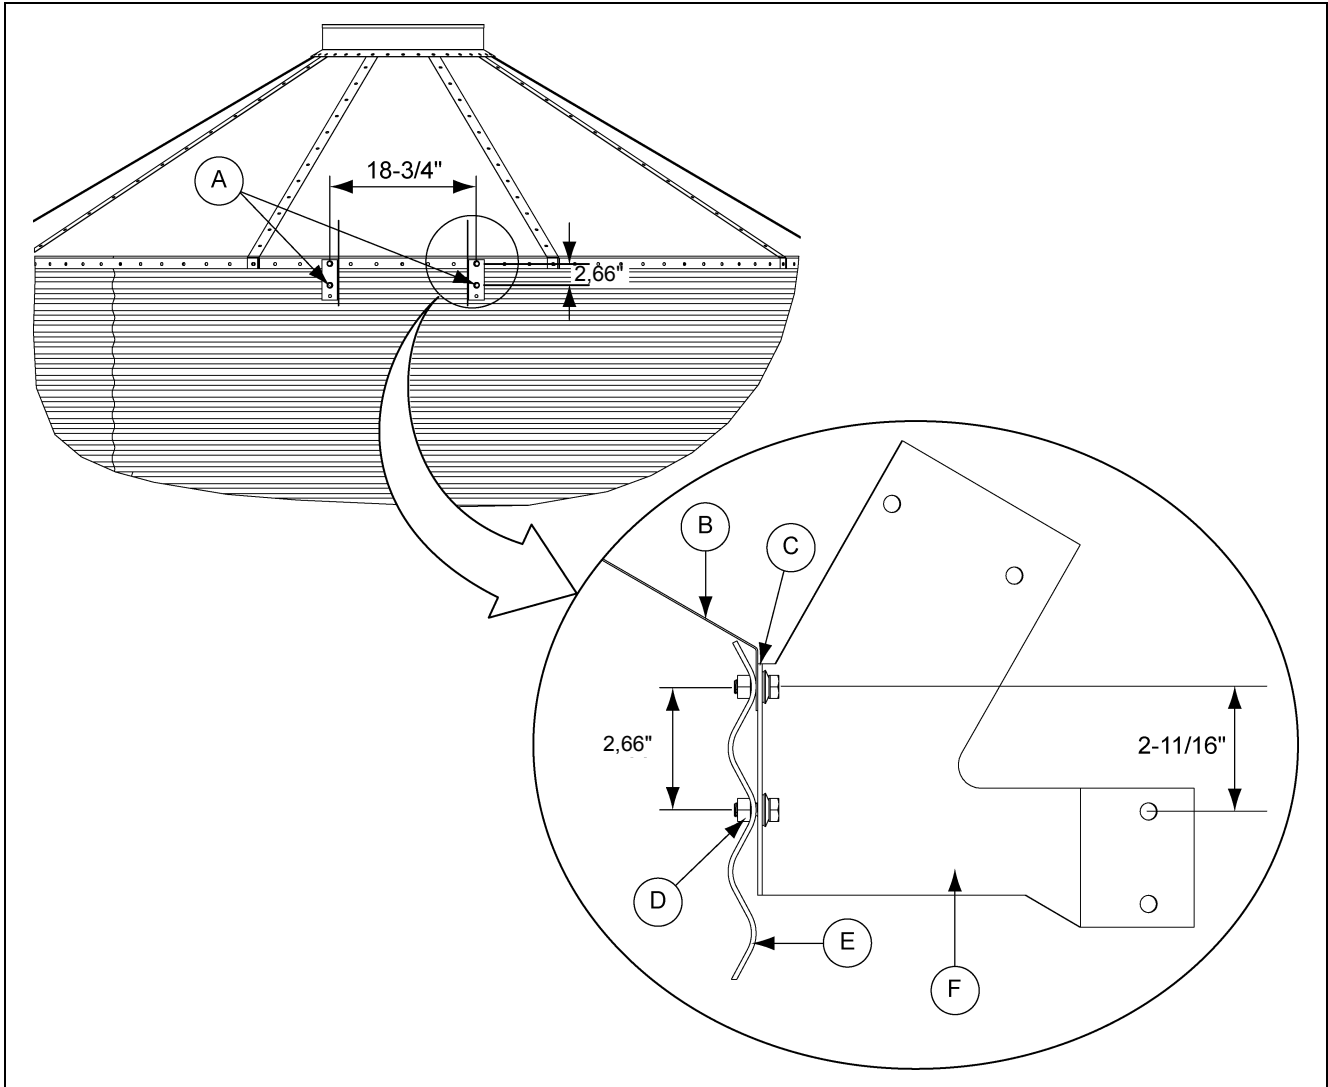

Рисунок 8В
Первые кронштейны необходимо отцентрировать на листе крыши для обеспечения правильной установки опорных кронштейнов лестницы крыши. Перед установкой первых кронштейнов необходимо просверлить два (2) отверстия 3/8". Отверстия должны находиться на 2,66" ниже и на одной линии с верхним рядом готовых горизонтальных отверстий, просверленных с шагом 18 3/4". Более подробное описание расположения отверстий см. на Рисунок 8В. Для соединения используйте болты бункера 5/16" и 1".